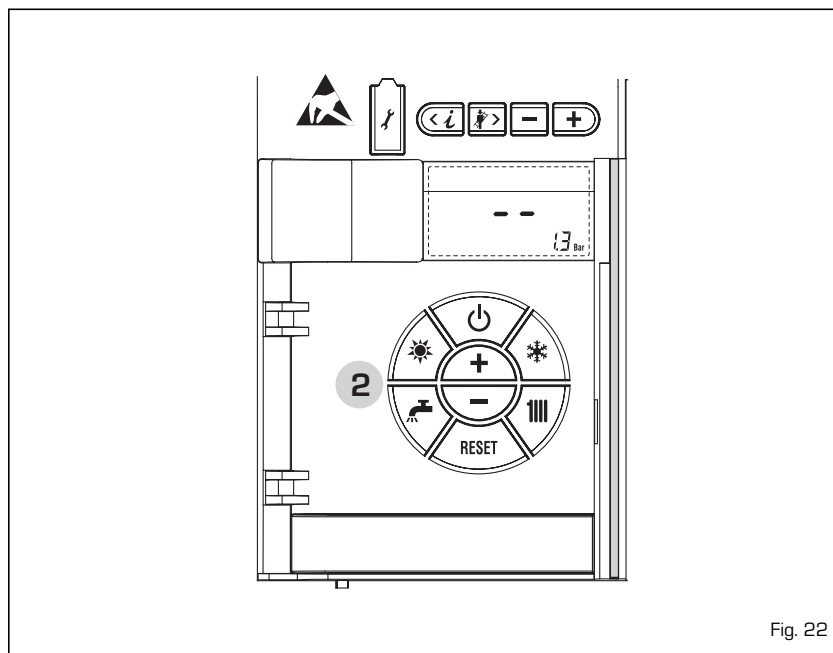

Fig. 22
4.5.1 Funzione spazzacamino (fig. 22)
Per effettuare la verifica di combustione della caldaia premere per alcuni secondi il tasto per l'installatore (Fig. 22). La funzione spazzacamino viene attivata e mantenuta per 15 minuti. Da quel momento la caldaia inizierà a funzionare in riscaldamento alla massima potenza con spegnimento a 80°C e riaccensione a 70°C.
ti i tasti (Fig. 22) si porta la caldaia rispettivamente alla massima e alla minima potenza.
La funzione spazzacamino si disattiva automaticamente dopo 15 minuti o premendo nuovamente il tasto (Fig. 22).